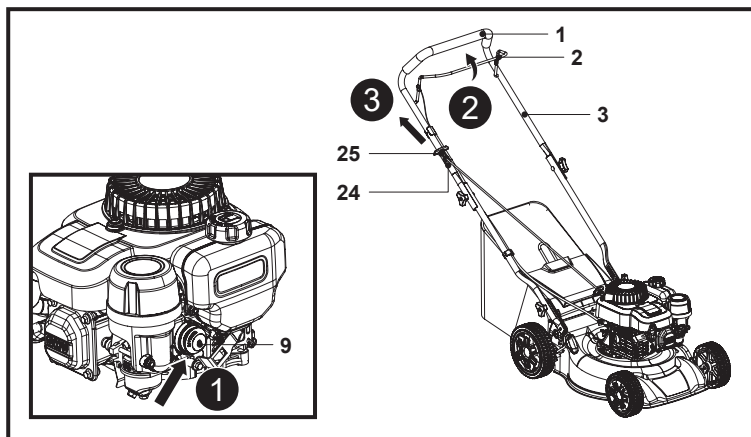

Fig. 14
1. Appuyer 3 fois sur la pompe d'amorçage (9) si le moteur est froid (Fig. 14, étape 1). Vous pouvez passer directement à l'étape suivante si le moteur est chaud.
2. Se tenir derrière le guidon (1).
3. Tirer le levier de frein (2) vers l'arrière et le maintenir contre le guidon (1) (Fig. 14, étape 2).
4. Placer la poignée du lanceur (25) sur le crochet (24) situé sur le côté droit du guidon supérieur (3).
5. Tirer doucement la poignée du lanceur (25) jusqu'à ce qu'une résistance se fasse sentir, puis la tirer rapidement. Répéter cette opération jusqu'à ce que le moteur démarre (Fig. 14, étape 3).